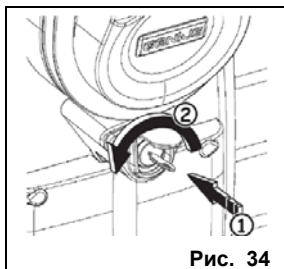

Рис. 34
1. Вставив ключ для доступа к механизму отпирания, повернуть стрелу до упора против часовой стрелки в положение **"STOP"** (Останов). Рис. 34